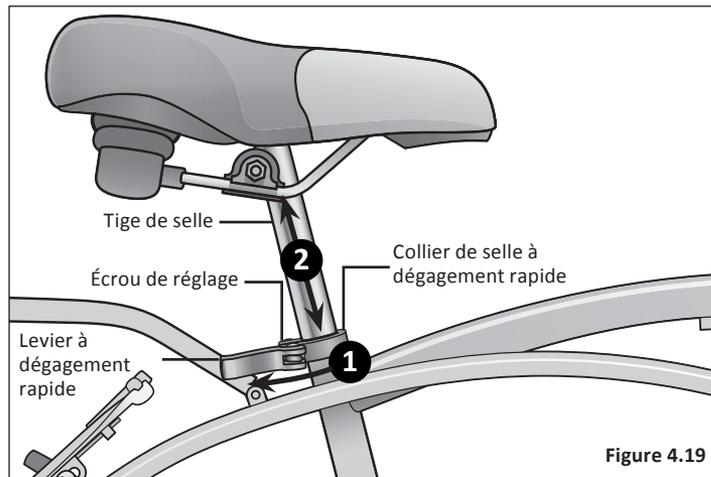

Figure 4.19
- 1 Déverrouillez le levier à dégagement rapide. **Figure 4.19**